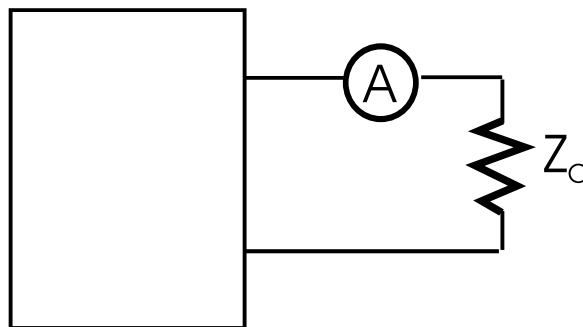

Figura E.2: montagem em série de um amperímetro.
Um amperímetro coloca-se em série no circuito a medir (figura E.2) e por isso deverá apresentar, no caso ideal, uma resistência nula para não perturbar o circuito. A unidade de medida da corrente eléctrica é o Ampere (A).